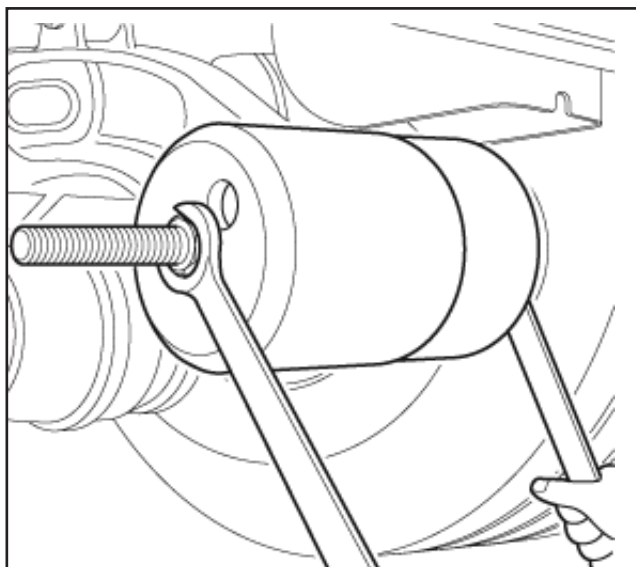

Fig 3.29
14. Appliquer un couple de rotation à l'écrou " A " à l'extrémité du roulement, continuer de tourner l'écrou jusqu'à ce que la bague d'axe d'articulation soit entièrement tirée dans l'entonnoir " D " (figure 3.29).